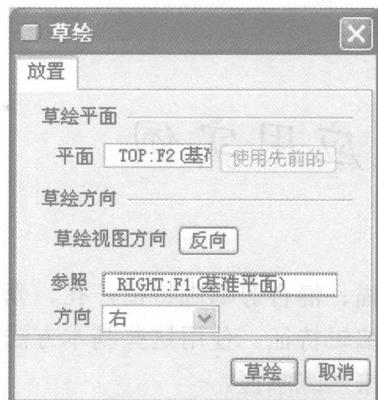
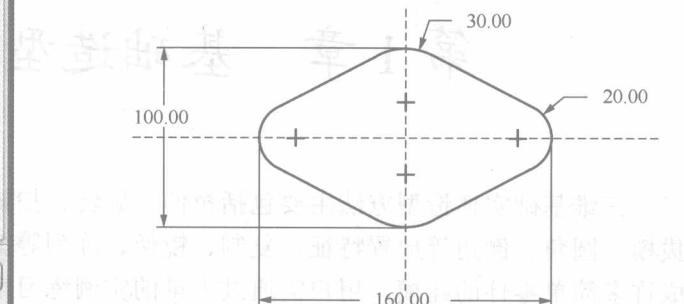

图 1-3 “草绘”对话框
图 1-4 草绘二维截面
(2) 单击“放置” | “定义”按钮，打开“草绘”对话框，选取 TOP 面作为草绘平面，RIGHT 面作为参照，如图 1-3 所示。其他接受系统默认设置，单击“草绘”按钮，进入草绘模式，绘制如图 1-4 所示的二维截面。